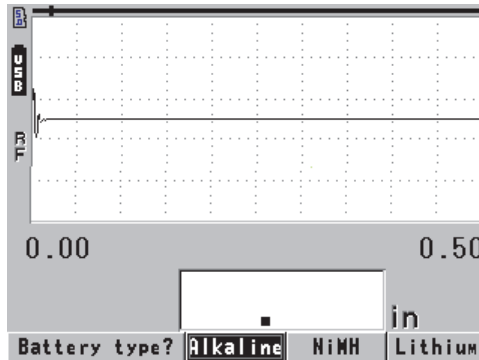

Figura 2-4 Selecionar tipo de bateria
12. Para responder à questão que aparece no fundo da tela (veja Figura 2-4 na página 41):